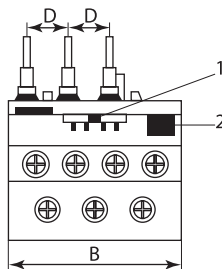

Рис. 4 - Передняя панель реле РТМ-М
3.2. Рукоятки управления настройкой реле расположены на передней панели (рисунок 4).